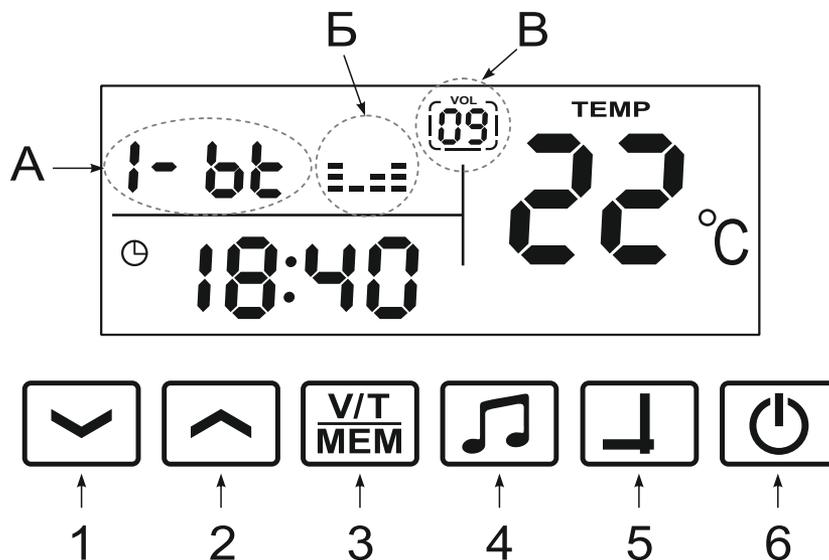

Рис. 7
3. Из режима часов, касанием **кнопки 4**, МФП переходит в режим Bluetooth (Рис. 7).
Это видно по появлению мигающего обозначения «BT» (поз. А Рис. 7) и указателя громкости (поз. В Рис. 7). В этом режиме панель будет выполнять функцию BlueTooth колонок (далее BT), воспроизводя звук с любого устройства, оборудованного BT передатчиком (телефон, mp3 плеер, планшет и т.д.). Для использования этой функции необходимо на своем устройстве (компьютер, смартфон и т.д.) войти в настройку BT, найти в списке устройство «mifrog» (может быть другое название), выбрать «Подключиться» и ввести пароль «2003». При успешном подключении, символы BT перестают мигать, и появляется изображение четырехполосного графического эквалайзера (поз. Б Рис. 7).